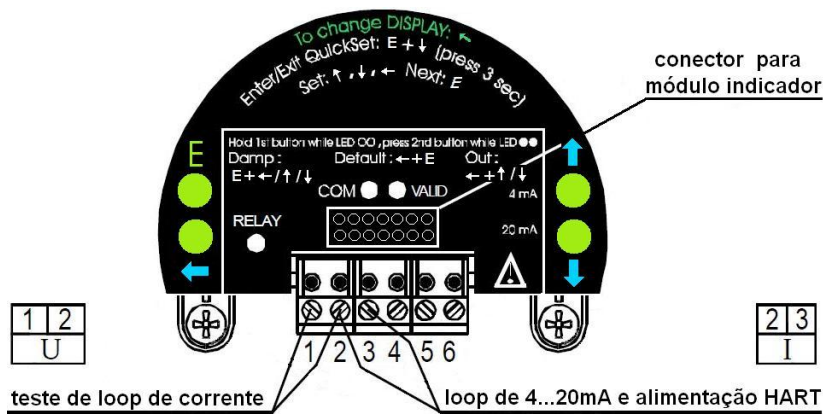
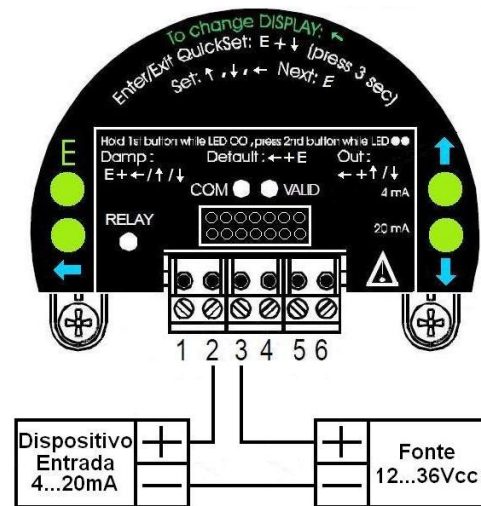

Fig. 7.1 – Terminais de ligação
Fig. 7.2 – Ligação a dois fios.
- Observe com atenção os terminais de ligação, conforme Fig.7.1.
- A carga máxima admissível pode ser encontrada no item 4 deste manual (Dados Técnicos).
- Efetue a ligação a dois fios de acordo com a Fig.7.2.